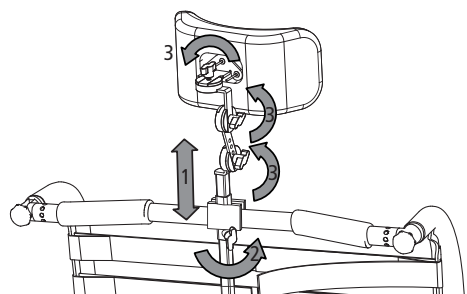

fig. 48
1. Skub hovedstøtten hen i den i den ønskede position (1, fig. 48).
2. Spænd vingskruen (2, fig. 48) for at fastspænde hovedstøtten.
1. Løsn de 4 vingskruer (2+3, fig. 48).
3. Fastspænd vingskruerne (2+3, fig. 48).